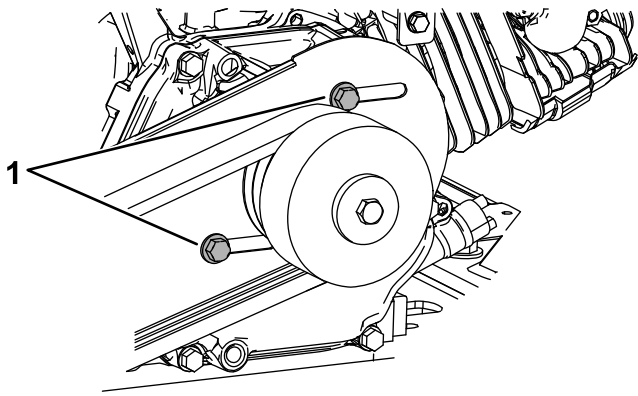
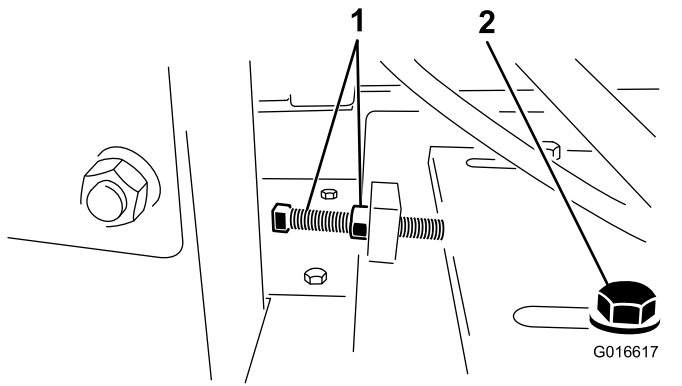

Figura 25
Figura 26
5. Afloje los 4 pernos de montaje de la chapa del motor y los 2 pernos que sujetan la parte trasera del protector de la correa al motor (Figura 25 y Figura 26).
6. Afloje el perno tensor de la correa y la contratuerca. Mueva el motor hacia la carcasa del volante para aflojar la correa (Figura 26).
6. Afloje el perno tensor de la correa y la contratuerca, y mueva el motor hacia la carcasa del volante para aflojar la correa (Figura 26).